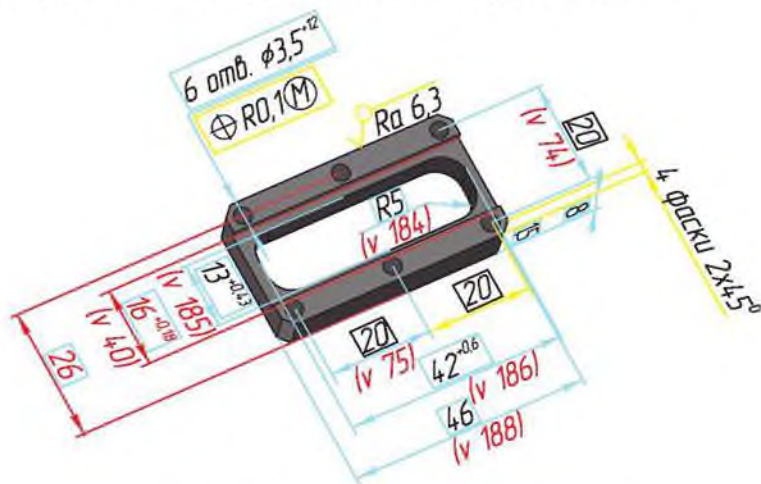

Рисунок 16.2 Электронная модель детали
- Электронная модель – взаимовязанный набор данных на ПК, формируемый и используемый при проектировании изделия и определяющий его свойства, необходимые для изготовления, контроля, приемки, сборки, эксплуатации, ремонта и утилизации этого изделия (рисунок 16.2). Выделяют электронные модели деталей и электронные модели сборочных единиц.